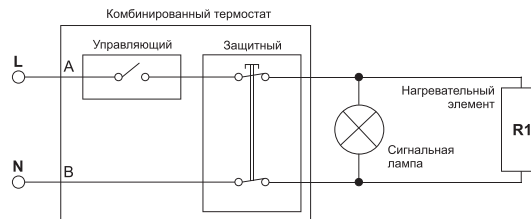
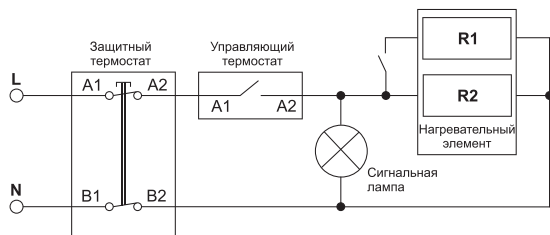

Рис. 7. Электрическая схема для моделей E-series, O'Pro, EGO, O'Pro+, O'Pro TURBO
Рис. 8. Электрическая схема для моделей Steatite (S4CM).
Подключение моделей O'pro (PC) (рис. 7) и моделей D400-2-BC, D325-2-BC, EXPERT, TURBO (рис. 8, 9, 10):
Подключение моделей O'Pro (PC) (рис. 7) и моделей D400-2-BC, EXPERT, TURBO (рис. 8, 9, 10):